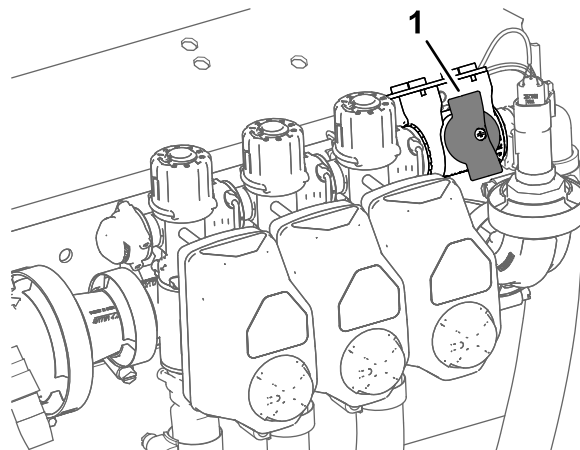

Рисунок 38
2. Поверните ручку отсечного клапана перепуска секции в закрытое положение (Рисунок 38).